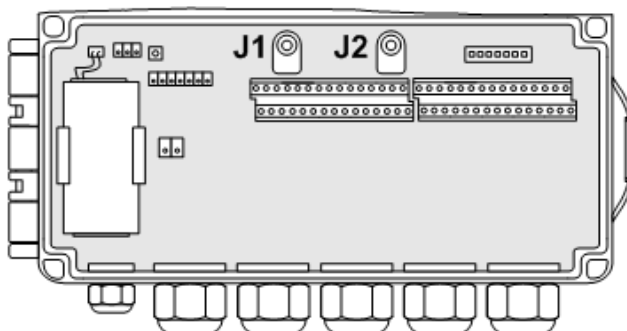

Рис.4. Расположение контактных пар J1 и J2 в отсеке коммутации.
5.1.4. Режим управления задается комбинацией наличия / отсутствия замыкания с помощью перемычек двух контактных пар J1 и J2, расположенных на плате модуля вычислителя в отсеке коммутации (рис.4).